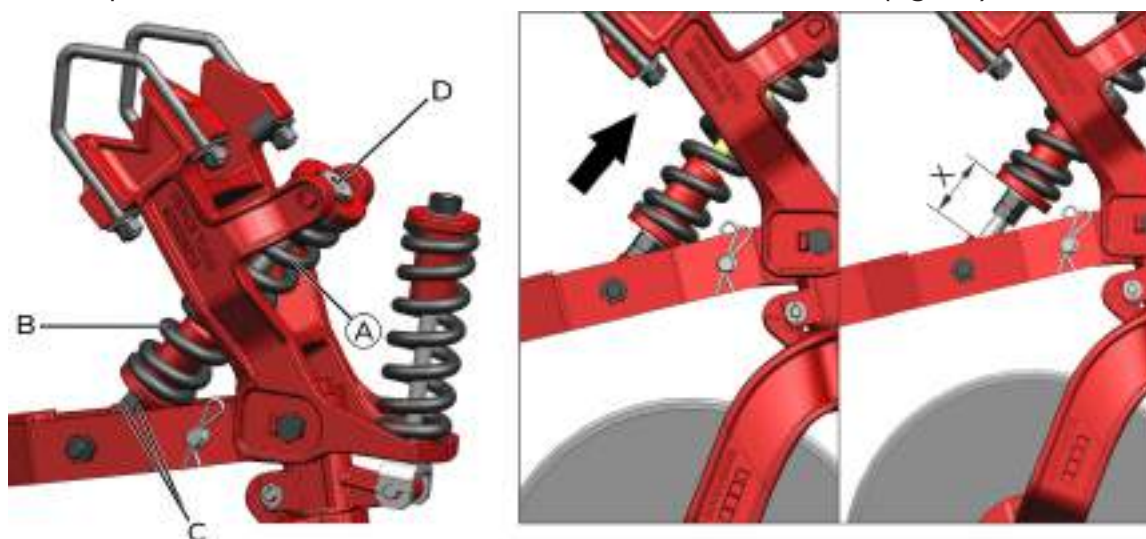

fig. 110
A profundidade de corte do sulcador ou do disco duplo (*fig. 110*) é determinada pelo aumento da pressão da mola (A), através do deslocamento da bucha guia (B). Fazendo o uso de chaves, prenda uma das porcas (C) e gire o parafuso guia (D), comprimindo a mola.
Observe que a dimensão "X" deve ser a mesma em todas as linhas (*fig. 110*).